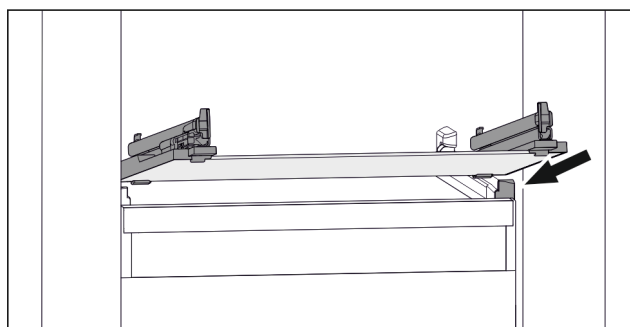

Fig. 42 Exempel på glashylla
- Sätt på glashylla i vinkel bakom stoppklackarna. (se Fig. 42)